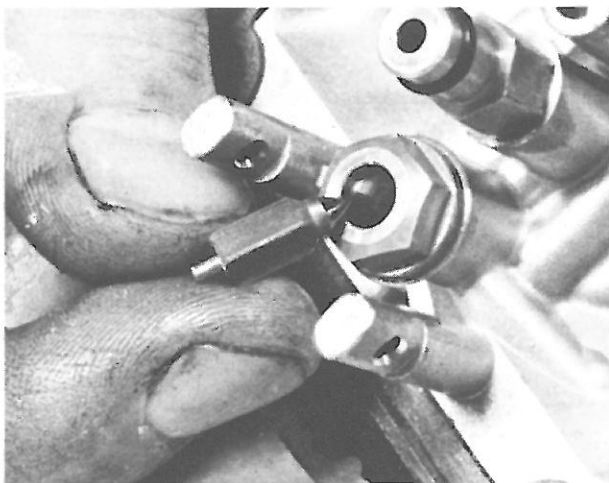

Bild 145
- Das Schwimmernadelventil wird von der Blechlasche zwischen den beiden Schwimmkörpern betätigt. Das Ventil besteht aus Schwimmernadel und Ventilsitz. Wenn der Vergaser ständig überläuft, so ist dies stets auf Schmutz am Ventil oder am Ventilsitz oder Verschleiss der Ventalnadel zurückzuführen. Da die Schwimmkörper aus massivem Kunststoff bestehen (keine Hohlkörper), ist hier kaum mit Schäden zu rechnen. Schmutz am Ventilsitz entfernt man am besten mit Druckluft oder durch Spülen mit Kraftstoff (Bild 145).